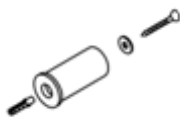

Fig. 2
4. Coloque en la pared los soportes de diámetro Mayor ($\varnothing 26$) (como se muestra en la figura) con los 4 tornillos para los tacos de 8 mm y las 4 arandelas correspondientes (Fig. 2).